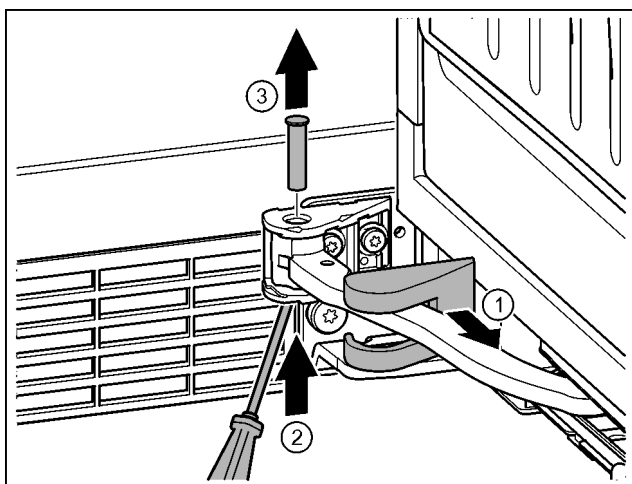

Fig. 15
- Desprindeți capacul suportului de lagăr și deplasați-l de-a lungul articulației. Fig. 15 (1)
- Ridicați de jos bolțul cu degetul sau șurubelnița. Fig. 15 (2)
- Aplicați șurubelnița sub capul bolțului și extrageți. Fig. 15 (3)